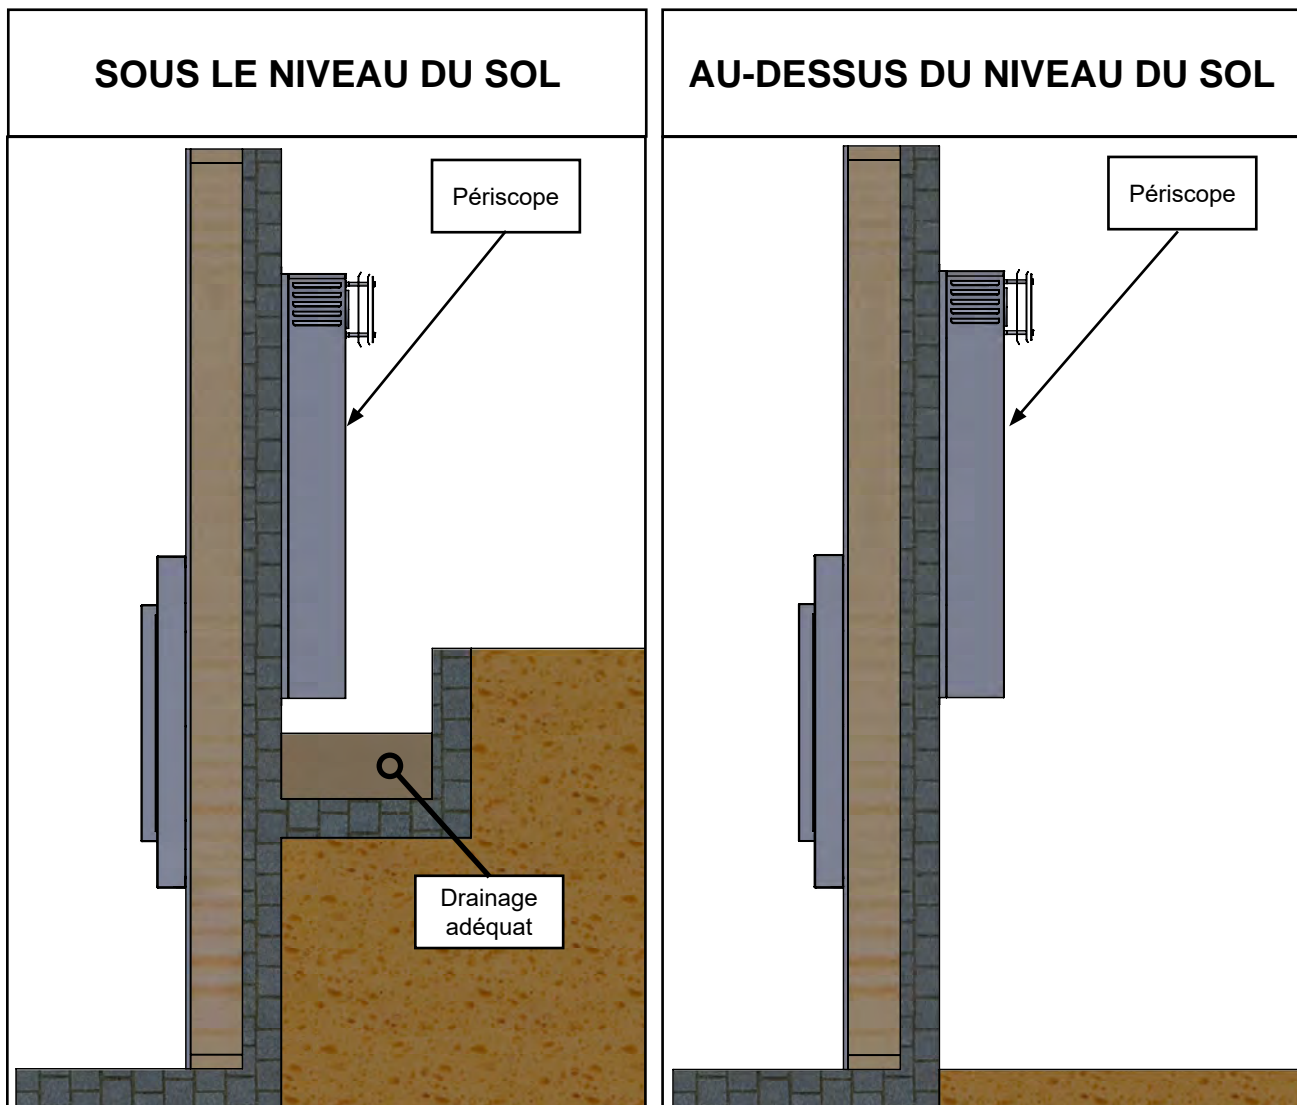

Figure 10.5.01
- Un périscopie possède deux coudes de 90° qui comptent dans le calcul du nombre de coudes permis pour le système de cheminée. Par exemple, l'installation illustrée à la **Figure 10.5.01** utilise 2 coudes de 90°.
- Si la terminaison périscopique est installée sous le niveau du sol (p. ex. : pour un sous-sol), un drainage adéquat doit être conçu pour empêcher l'eau d'entrer à l'intérieur de la terminaison périscopique (voir **Figure 10.5.01**).